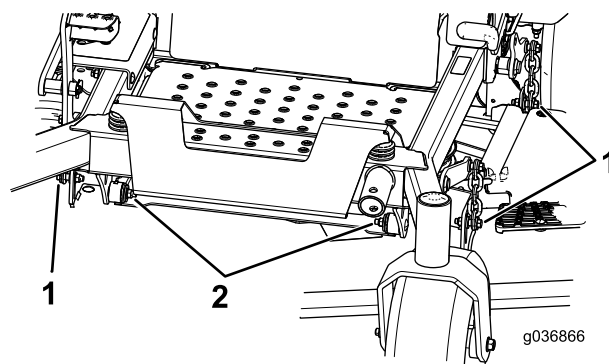

Figura 85
7. Retire e guarde os parafusos e porcas em ambos os lados da máquina (Figura 85).